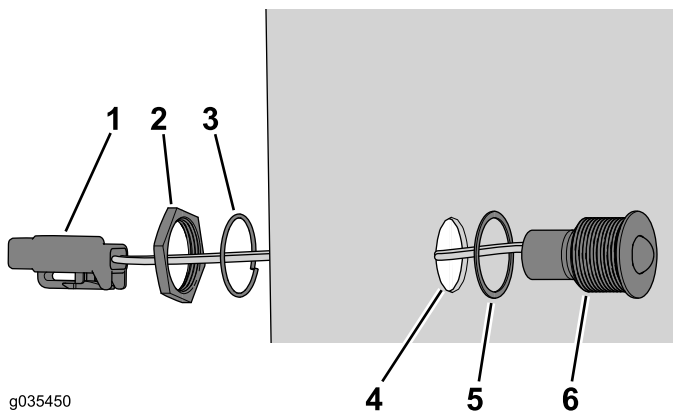

Figura 15
- Insira o conector através do furo de montagem no painel da cobertura (Figura 15).
**Nota:** Certifique-se de que a junta está instalada entre a cobertura e a luz indicadora (Figura 15).
- Utilize a porca de retenção e anilha de bloqueio para prender a luz indicadora ao furo de montagem no painel da cobertura (Figura 15).